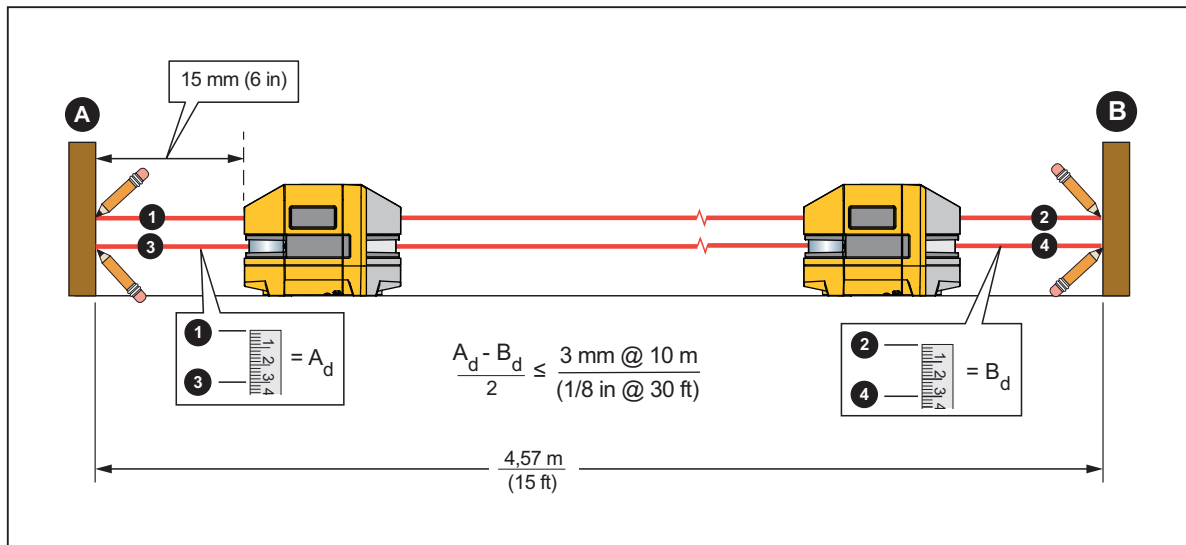

Figura 8. Precisión de láser horizontal
1. Encuentre una ubicación horizontal más o menos nivelada de unos $\geq 4,57$ m (15 pies) de ancho con dos paredes enfrentadas para usar como objetivos. También puede utilizar tacos de madera como objetivos. Consulte la figura 8.